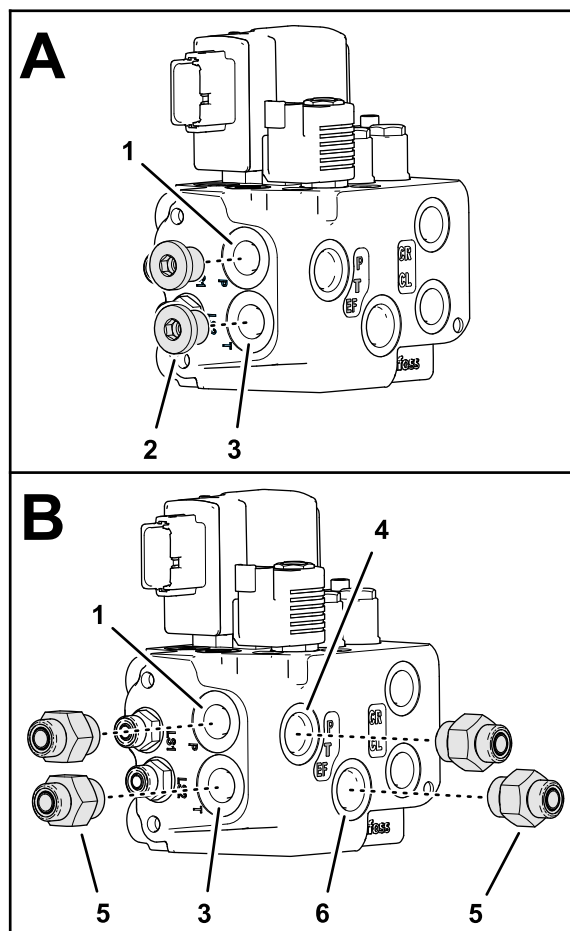

Figure 71
2. Retirez les 2 bouchons des orifices P et T sur le distributeur de direction EHI (Figure 71).
3. Montez les 4 raccords hydrauliques droits (-6 x 22 mm) dans la valve (Figure 71) comme suit :
- Orifice P (EF)
- Orifice T (EF)